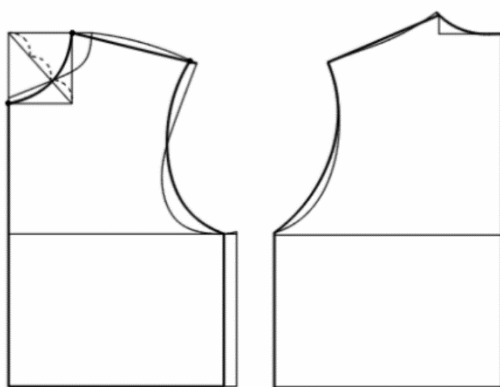

图 4-2-30 基础结构处理
- ① 根据胸围尺寸，将前片侧缝内收“1.5cm”。
- ② 根据领围尺寸，取“领围/5-0.5”截取后领宽，确定后颈点，连接后肩点重新确定后肩线。
- ③ 参照后领宽尺寸取前领宽，以“后领宽+1”确定前领深，重新修正前领口曲线；依据后肩线长度截取确定前肩线长度。
- ④ 重新修正前、后袖窿曲线，如图 4-2-30 所示。
- ⑤ 用“ (剪断线)”和“ (橡皮擦)”工具删除不必要线条，形成调整后的上衣原型。